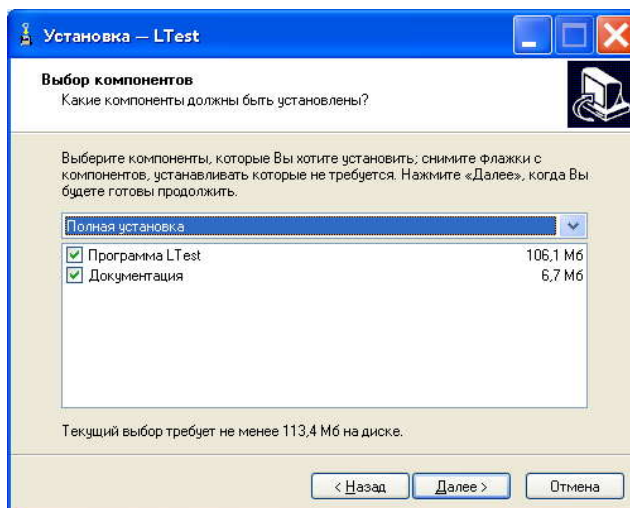

Рисунок 6 – Выбор компонентов для установки
4. В появившемся окне **Выбор компонентов** (рисунок 6) следует выбрать компоненты для установки. Для полной установки следует отметить флажками все компоненты или выбрать из выпадающего списка строку **Полная установка**. Для установки только программы следует снять флажок напротив пункта **Документация** и установить напротив пункта **Программа LTest**. Для установки только документации следует установить флажок напротив пункта **Документация** и снять флажок напротив пункта **Программа LTest**. После выбора компонентов следует нажать кнопку **Далее** и перейти к следующему этапу установки.